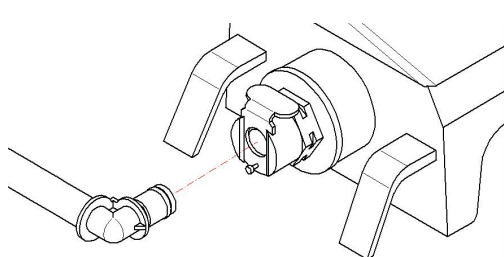

Fig. 1
6. Ne pas oublier de **connecter le tuyau de l'eau en l'enfonçant jusqu'à entendre un "clac"** (Fig. 1).
- Placer uniquement le petit réservoir plein d'eau en vous assurant que le tuyau d'eau a été correctement connecté : l'enfoncer jusqu'à entendre le fameux "clic" (Fig. 1).